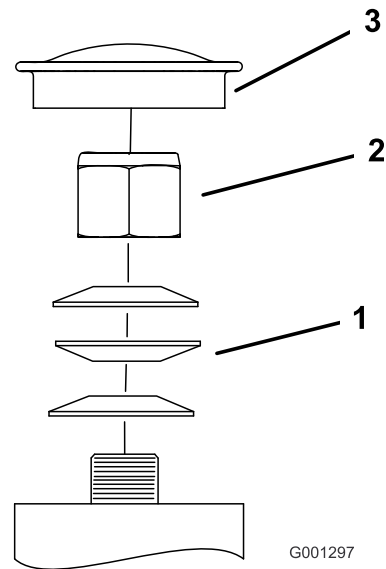

Figura 68
3. Retire el tapón guardapolvo de la rueda giratoria y apriete la contratuerca (Figura 68).
4. Apriete la contratuerca hasta que las arandelas de muelle estén planas, luego afloje $\frac{1}{4}$ de vuelta para establecer la pre-carga correcta de los cojinetes (Figura 68).
Importante: Asegúrese de que las arandelas de muelle estén correctamente instaladas, según se muestra en Figura 68.
5. Coloque el tapón anti-polvo (Figura 68).